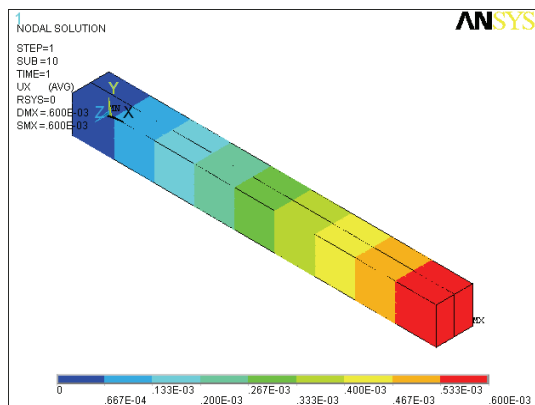
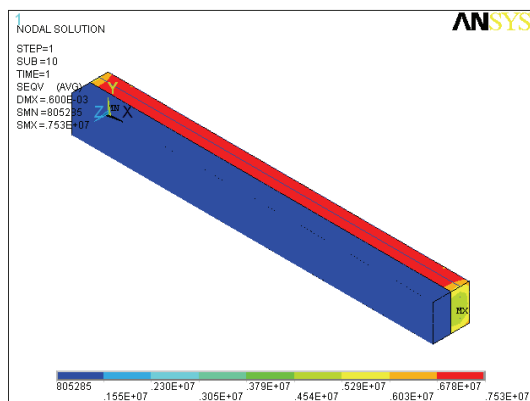

图 6-84 X 方向位移场等值线图
图 6-85 等效应力场等值线图
2) 选择 Main Menu | General Postproc | Plot Results | Contour Plot | Nodal Solu 命令, 出现 Contour Nodal Solution Data 对话框, 选择 Nodal Solution | DOF Solution | X-Component of displacement, 单击 Apply 按钮, ANSYS 显示窗口显示 X 方向的位移场等值线图, 如图 6-84 所示。选择 Nodal Solution | Stress | von Mises stress, 单击 Apply 按钮, ANSYS 显示窗口显示等效应力场等值线图, 如图 6-85 所示。